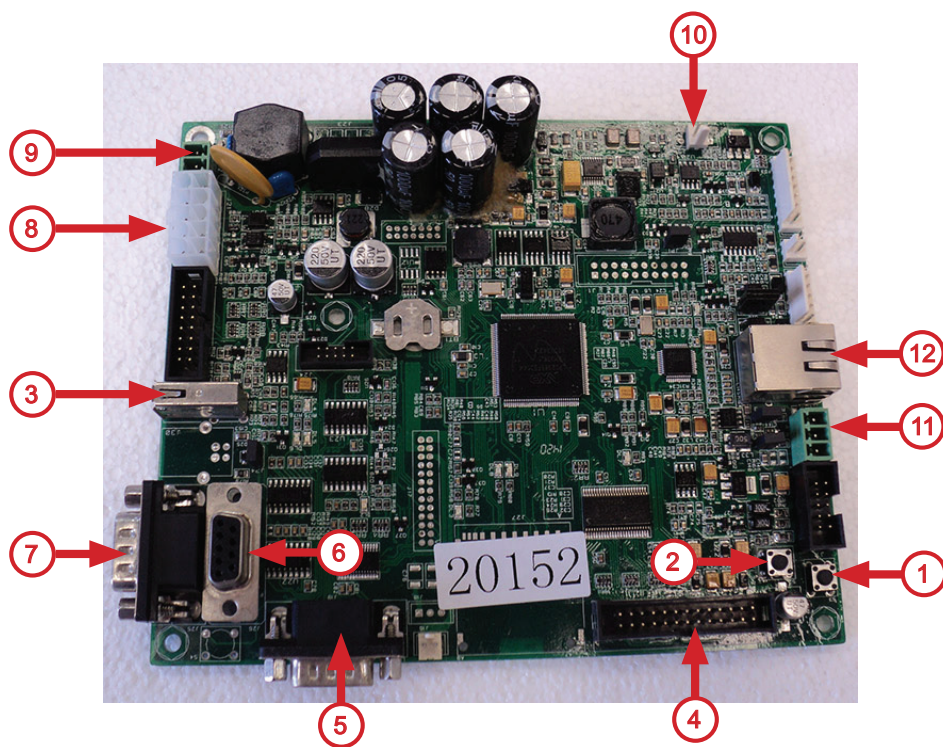

Рисунок 6.30 - Плата управления (контроллер)
- Вставьте устройство хранения USB-flash накопитель в USB-порт платы контроллера (см. рис.6.30 поз.3);
- Чтобы активировать плату контроллера: нажмите одновременно на две кнопки меню оператора и меню техника (см.рис.6.30 поз.1 и 2), расположенные на плате контроллера;